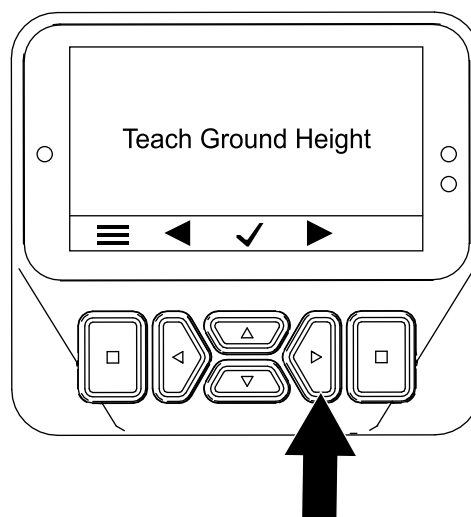

図 46
3. 右ボタンを2回押して、「ティン地上高の校正」画面を表示する (**図 46**)。